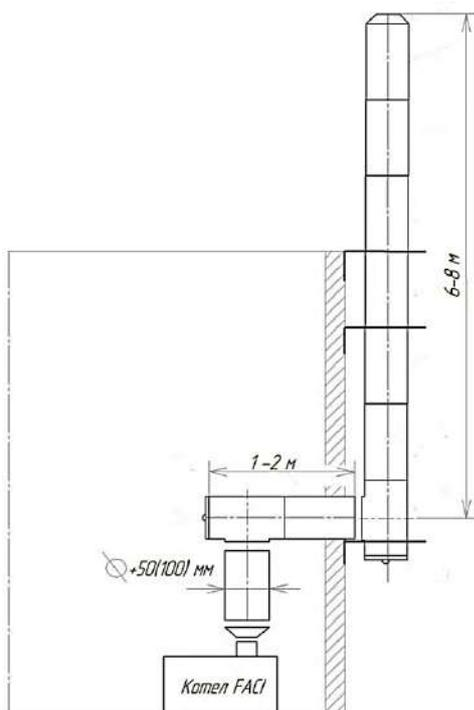

Рис. 11
**2.3.8** Горизонтальный участок 90° длина 1-2 м. Вертикальный участок 6-8 метров с расширением трубы на 50-100 мм. (Расширение начинается с момента поворота) (см рис. 11).